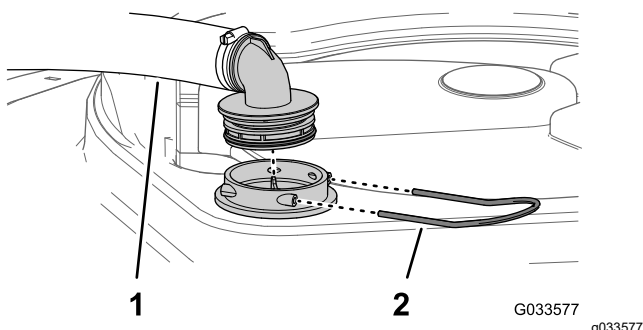

Figure 87
2. Au sommet de la cuve du pulvérisateur, retirez l'étrier qui fixe le raccord de flexible sur le grand flexible et le logement du filtre (Figure 87).
3. Retirez le flexible et le raccord du logement du filtre (Figure 87).